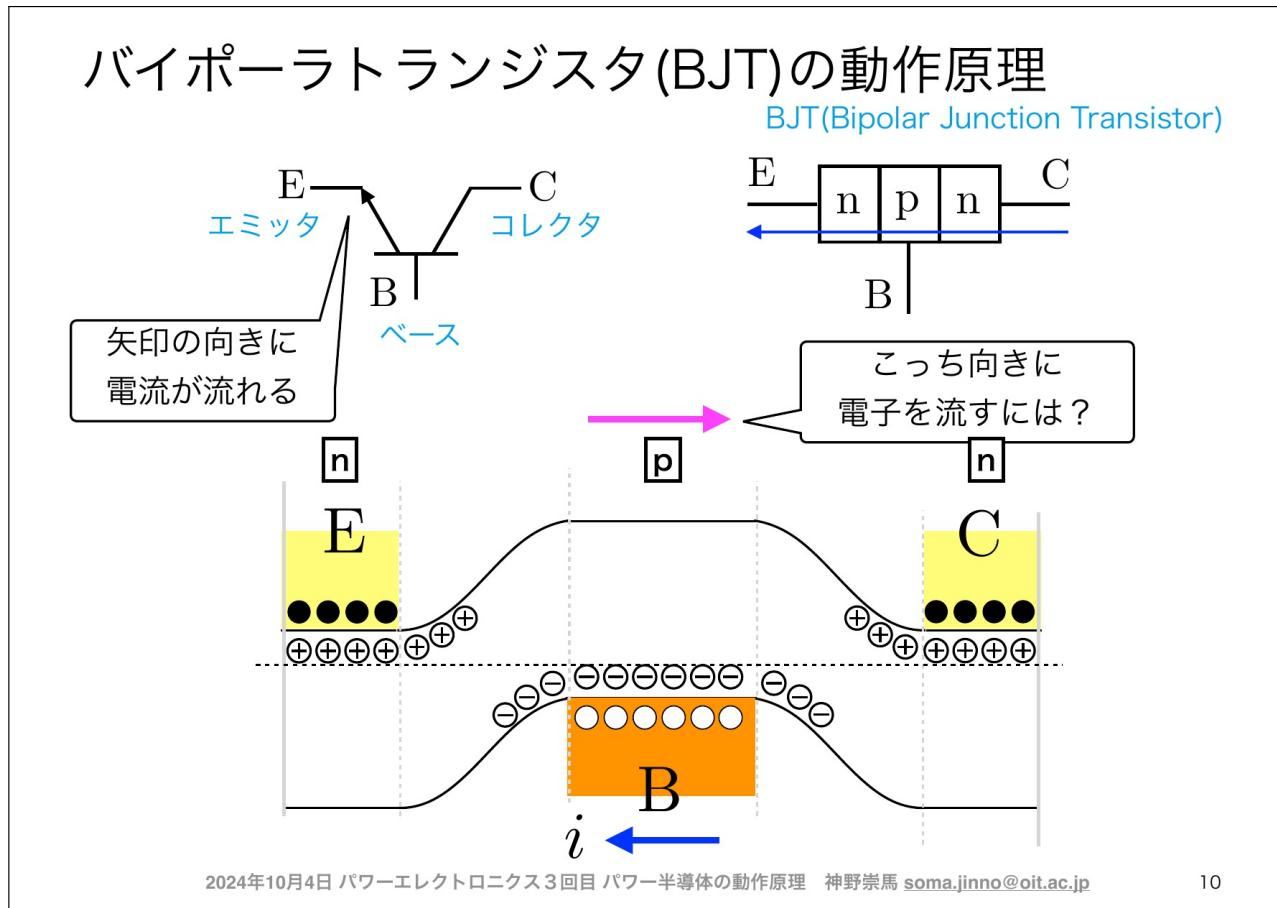

図 3.9 バイポーラトランジスタ (BJT) の動作原理
バイポーラトランジスタ (BJT: Bipolar Junction Transistor) は、npn型またはpnp型の3層構造を持つ半導体素子です。図3.9に示すように、エミッタ (E)、ベース (B)、コレクタ (C) の3つの端子を持ち、矢印の向きに電流が流れるように設計されています。